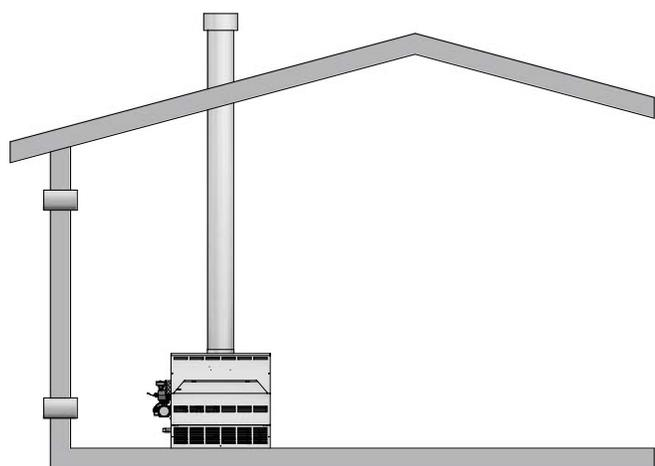

Figure 1 - 3_Air de combustion provenant directement de l'extérieur
1. Si l'air provient directement de l'extérieur du bâtiment sans passer par des conduits, assurez-vous d'avoir deux ouvertures permanentes (voir FIG. 1 - 3) :